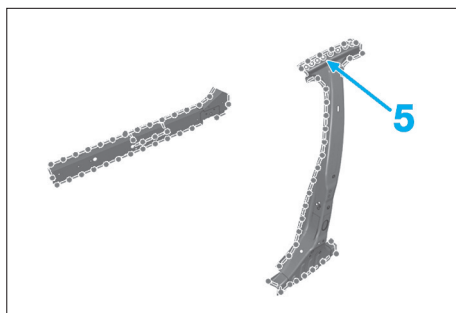

FIG. 82
- Percer des trous Ø 8 mm (5) (Fig.82).